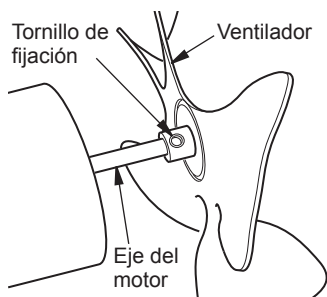

Figura 6 - Ubicación del ventilador, del eje del motor y del tornillo de fijación
**IMPORTANTE:** Extraiga el ventilador del eje del motor antes de retirar el motor del calentador. El peso del motor colocado sobre el ventilador puede dañar la inclinación correcta del ventilador (consulte la figura 6).
3. Utilice una llave Allen de 1/8" para aflojar el tornillo de fijación que une el ventilador al eje del motor (consulte la figura 6).